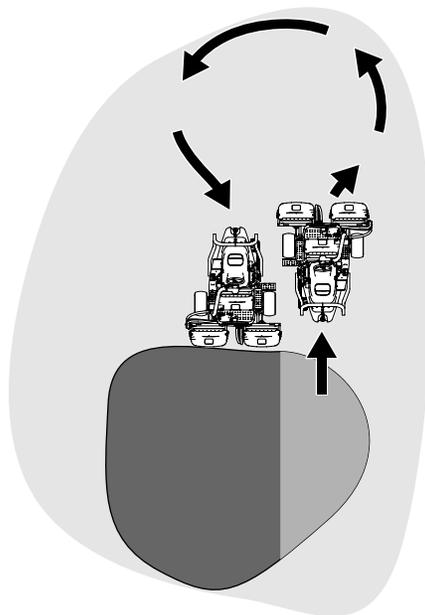

Рисунок 22
6. Чтобы сэкономить рабочее время и облегчить выравнивание для следующего прохода, на короткое время разверните машину в противоположном направлении, а затем направьте ее к нескошенной части; т.е. выполните разворот «по каплевидной траектории» (Рисунок 22), чтобы быстро выровнять машину для следующего прохода.